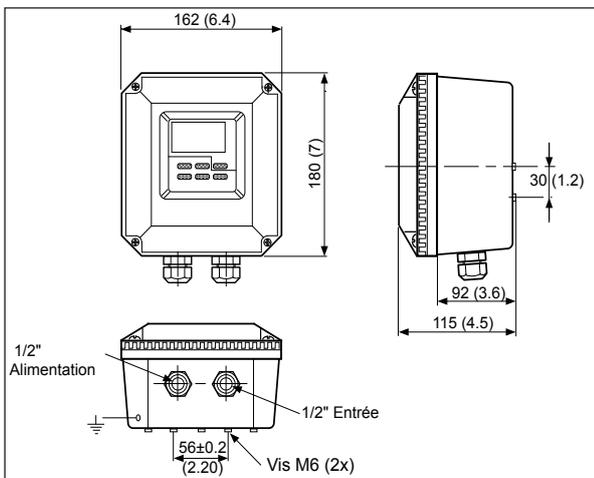

Fig. 3-1. Cotes d'encombrement et emplacement des presse-étoupe
- l'accès aux presse-étoupe est facile (voir figure 3-1)